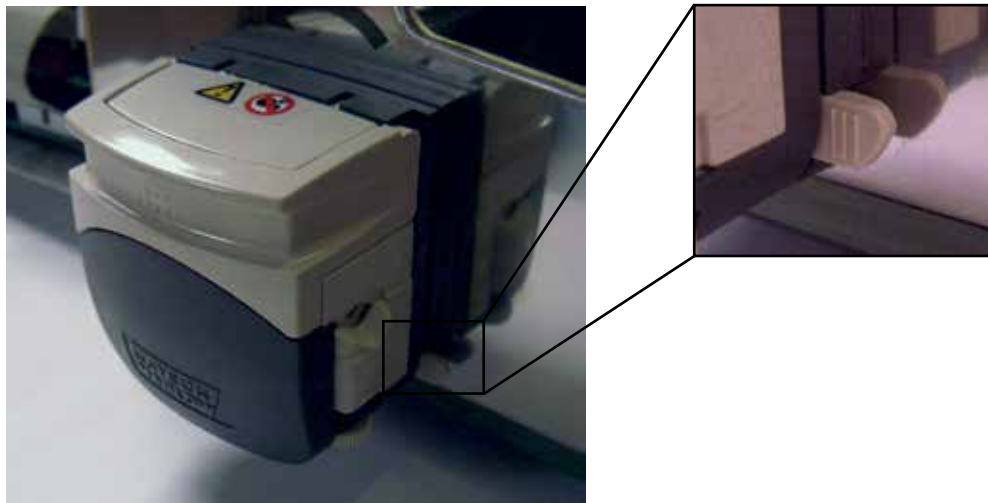

Figure 12
2. Retirer la pompe : appuyer sur la languette (cf. Figure 12) et tourner en même temps la pompe dans le sens de la flèche. Retirer la pompe.